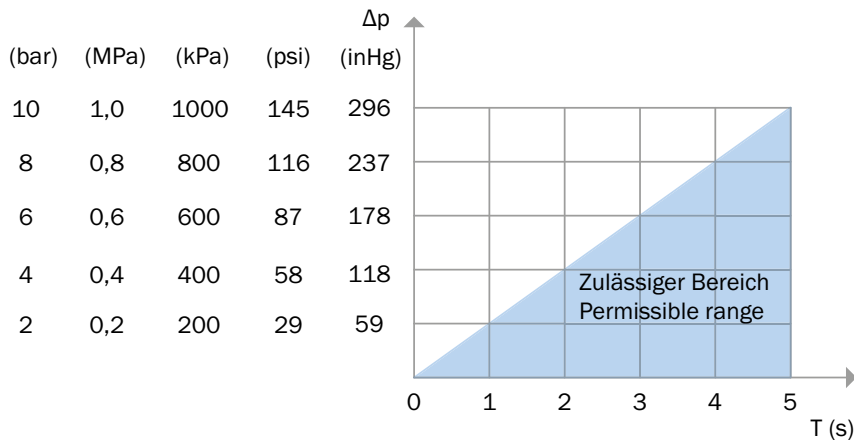

Abbildung 1: Minimal zulässige Periodendauer  $T$  bei maximaler Druckschwankung  $\Delta p$  Transport, Verpackung und Lagerung
- Ein unzulässiges Aufheizen des Geräts durch sich wiederholende Kompression der Druckluft ist zu vermeiden. Die minimal zulässige Periodendauer bei Druckschwankungen  $\Delta p$  ist in Abbildung 1 angegeben.